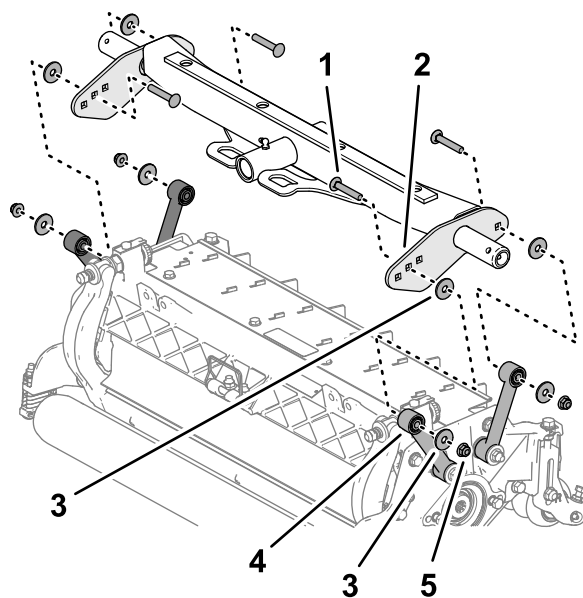

Figure 16
- Alignez une rondelle entre la plaque porteuse et la biellette (**Figure 16**) et assemblez les plaques et l'entretoise sans serrer, au moyen d'un boulon de carrosserie ($\frac{3}{8}$ x $2\frac{1}{4}$ "), d'une rondelle et d'un contre-écrou à embase ($\frac{3}{8}$ ").